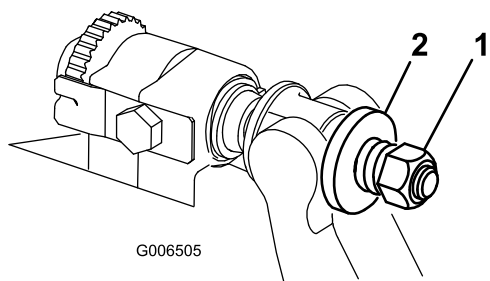

图 31
4. 旋紧弹簧加压螺母直到弹簧完全压缩然后往回松开 1/2 圈 图 31。